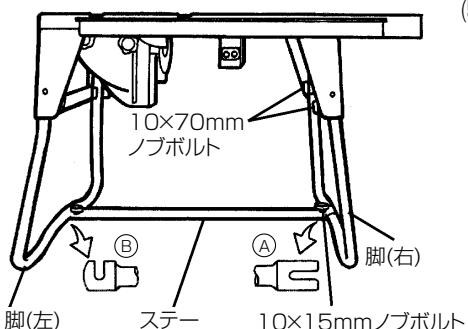

図 17
- 脚の固定（図 15 参照）、およびステー（図 17 参照）は、 $10 \times 70\text{ mm}$ 、 $10 \times 15\text{ mm}$  ノブボルトで確実に締付けてください。締付けが不十分だと、本体がぐらつき転倒するおそれがあり、けがの原因となります。
- (4) 図16のように本体を持ち上げ、脚(右)を脚取付板に突当るまで開き(図17参照)ます。開いた後、脚(右)が地面に接するよう静かに本体をおろします。
開いた脚(右)は(3)項と同じ要領で脚取付板に $10 \times 70\text{ mm}$ ノブボルト(図15、図17参照)で固定します。
ステーは先にⒶ、つぎにⒷの順で仮締めした $10 \times 15\text{ mm}$ ノブボルトへさし込みます。(図17)